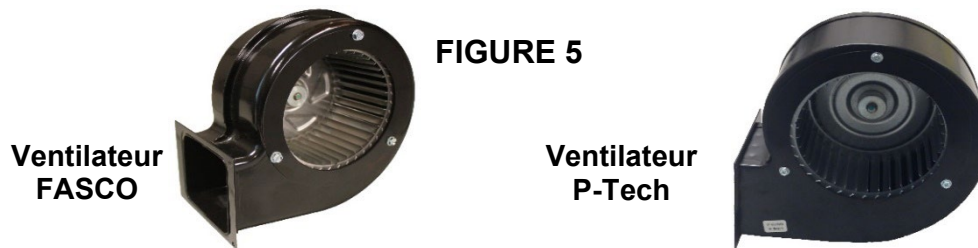

FIGURE 5
3. Consulter la figure 5 ou la plaque d'identification du ventilateur pour identifier le type de ventilateur (FASCO ou P-Tech). Cette information est essentielle pour la programmation adéquate de la fournaise.